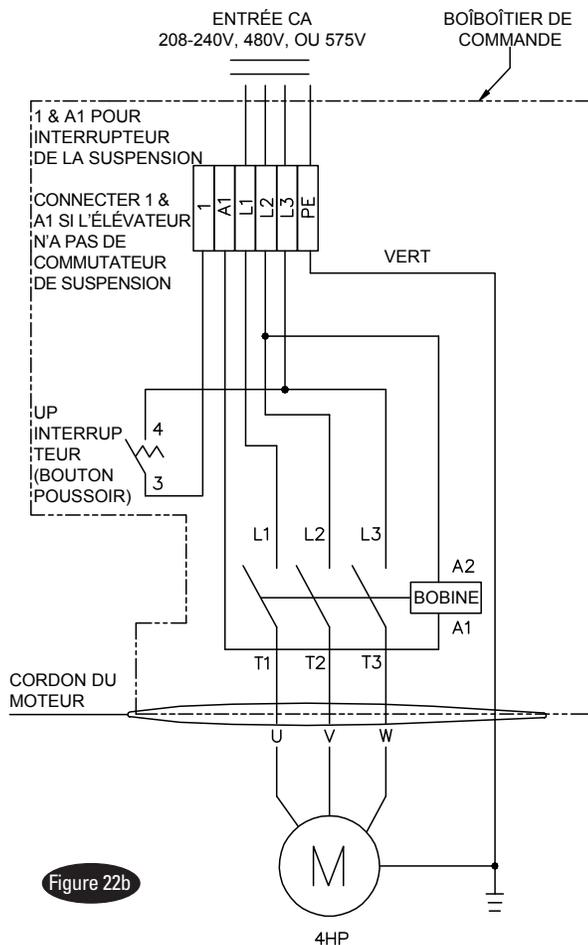

Figure 22b
**IMPORTANT** : Utilisez un circuit séparé pour chaque module d'alimentation. Protéger chaque circuit à l'aide d'un fusible de temporisation ou d'un disjoncteur. Pour une alimentation monophasée de 208 à 230 V, utiliser un fusible de 20 ampères. Pour une alimentation triphasée de 208 à 240 V, utiliser un fusible de 20 ampères. Pour une alimentation triphasée à 400 V et plus (Modèle \*E), utilisez un fusible de 10 ampères. Pour une alimentation triphasée à 380V (Modèle \*S), utilisez un fusible de 16 ampères. Pour le câblage, voir la Figure 21, la Figure 22 et la Figure 22b. Tous les circuits doivent être conformes NEC (Code électrique national) et aux codes électriques locaux.
16. Interrupteur de suspension : Vérifiez l'interrupteur de l'assemblage suspendu pour vous assurer que la barre d'interrupteur appuie suffisamment sur le piston de l'interrupteur pour actionner l'interrupteur. L'interrupteur de l'assemblage suspendu est normalement câblé ouvert, voir Figure 21, Figure 22 et Figure 22b. L'élévateur ne fonctionnera pas tant que le poids de la barre d'interrupteur n'enfonce pas le piston de l'interrupteur. Vérifiez que l'unité d'alimentation cesse de fonctionner lorsque la barre de l'interrupteur est relevée et redémarre lorsque la barre est relâchée.